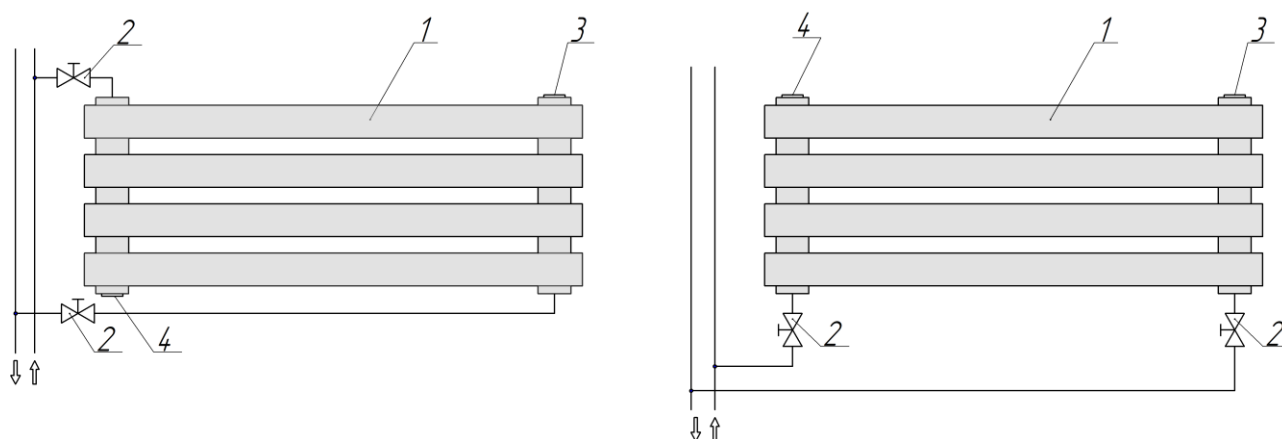

Рис. 3 1. Радиатор. 2. Вентиль (кран). 3. Кран-воздухоотводчик. 4. Пробка глухая.
5.7. Схемы разнесенного подключения радиатора к двухтрубной системе показаны на рис. 3.